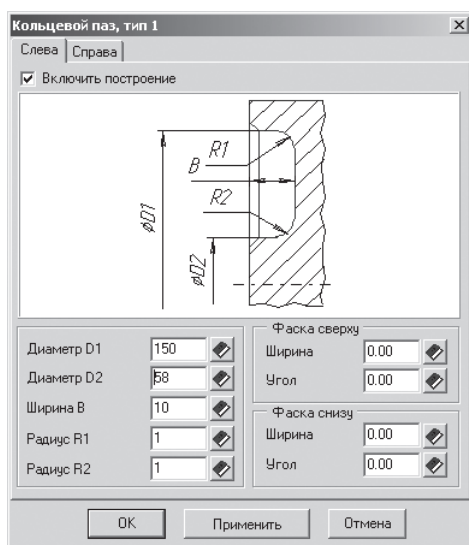

Рис. 3.22. Диалоговое окно **Кольцевой паз, тип 1** с открытой вкладкой **Слева**
- щелкните во всплывающем меню по пункту **Тип 1**. Появится диалоговое окно **Кольцевой паз, тип 1** с двумя вкладками **Слева** и **Справа**, см. рис. 3.22;
- установите в диалоговом окне **Кольцевой паз, тип 1** с открытой вкладкой **Слева** необходимые параметры, например те, которые установлены на рис. 3.22;
- установите в диалоговом окне **Кольцевой паз, тип 1** с открытой вкладкой **Справа** те же параметры, которые установлены на рис. 3.22;